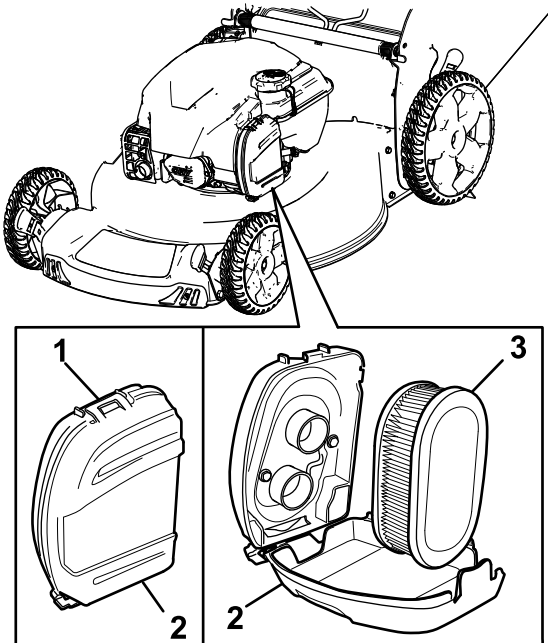

Figura 23
- Abra los cierres de la parte superior de la tapa del filtro de aire (Figura 23).
- Retire el filtro de aire (Figura 23).